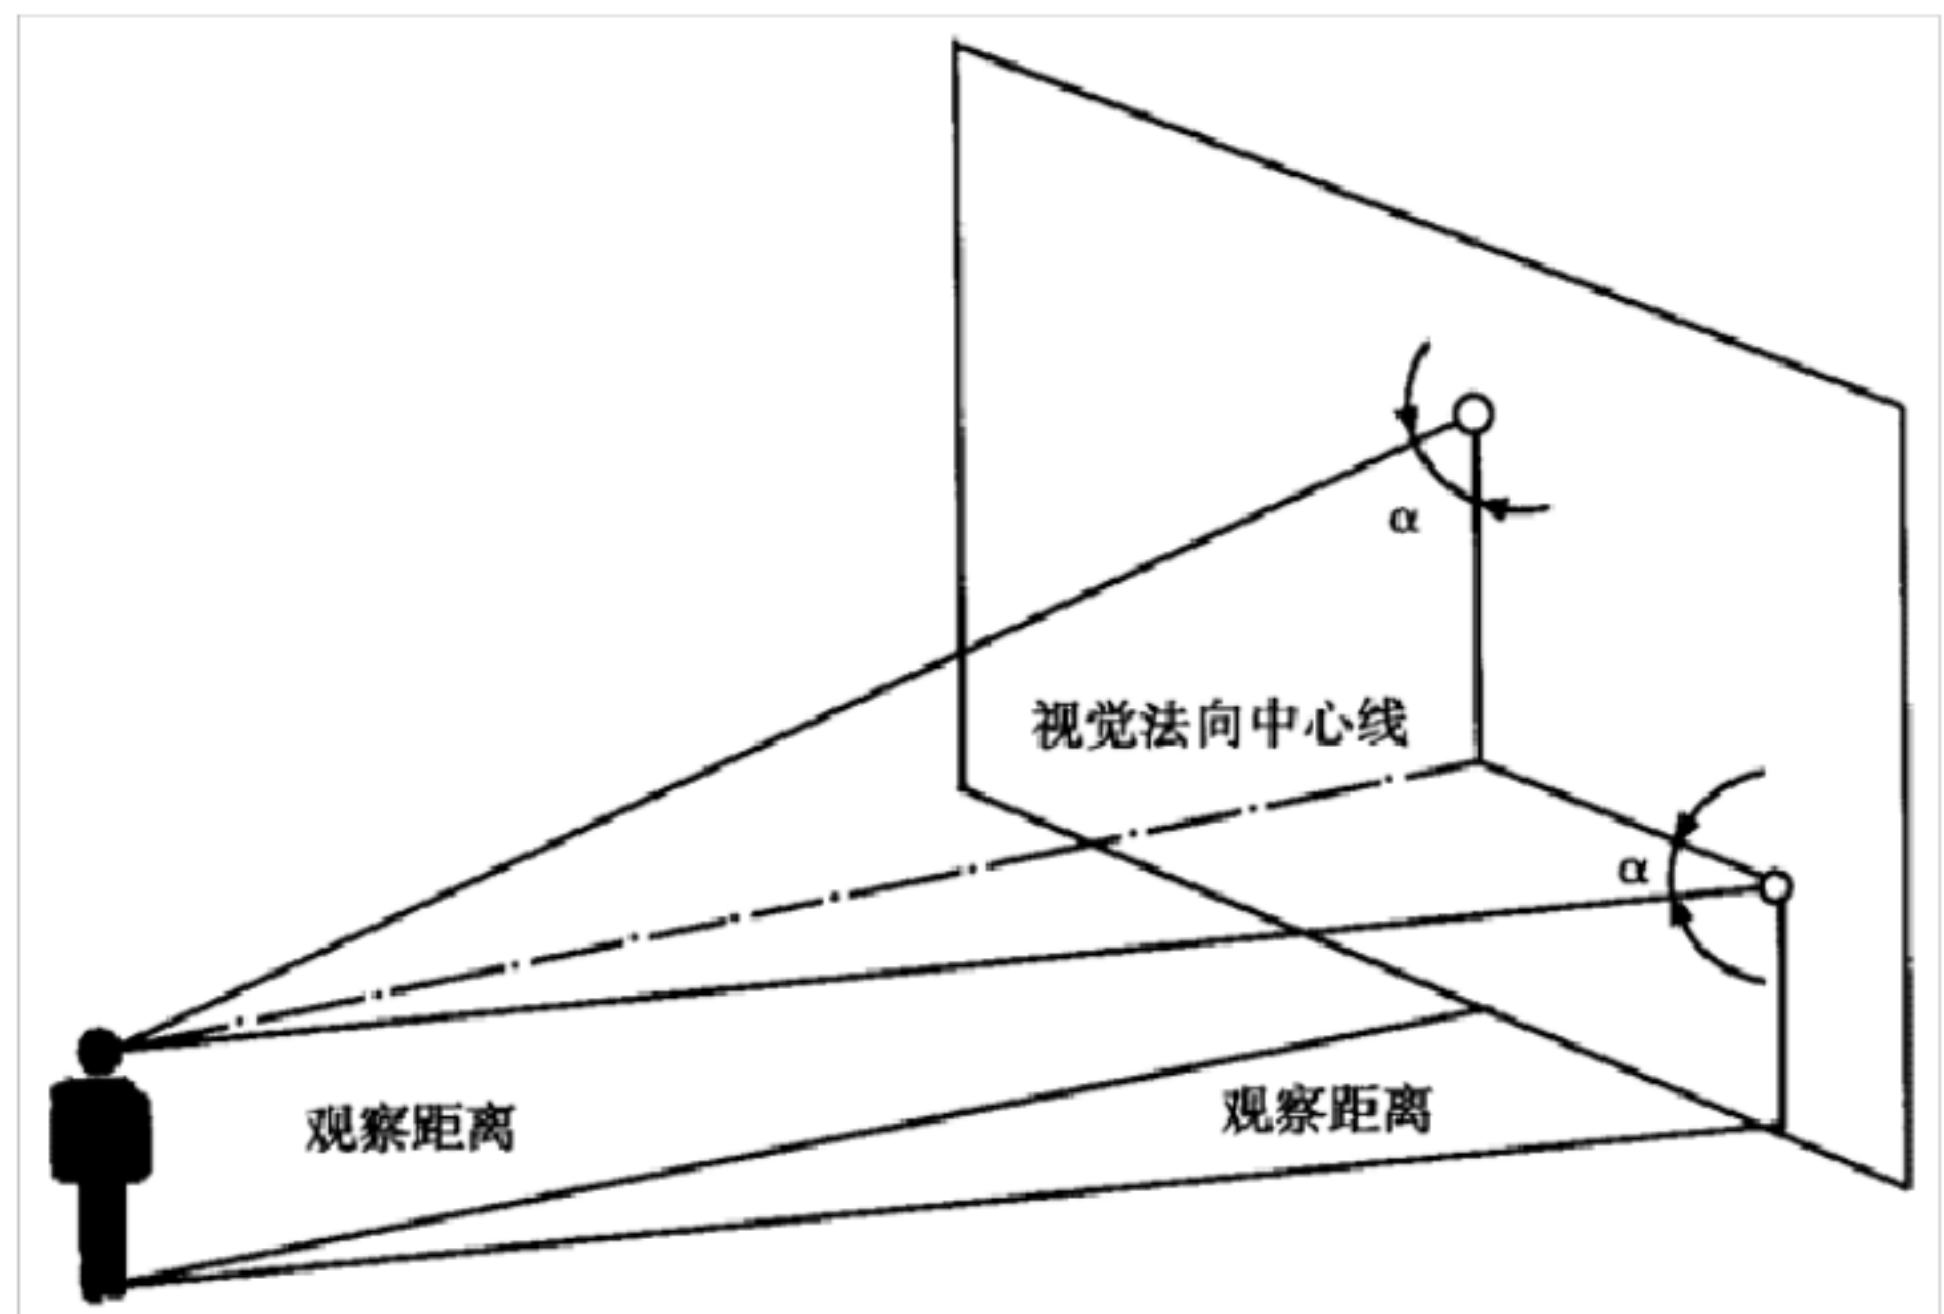

图 A.10 警示标识平面与视线夹角 α 不低于 75° 角
A.3.2.3 警示标识（不包括警示线）的平面与视线夹角应接近 90° 角，观察者位于最大观察距离时，最小夹角不低于 75° 角，如图 A.10 所示。